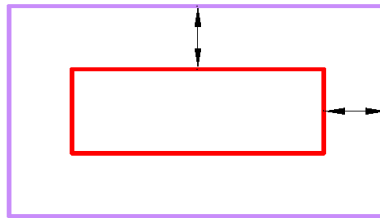

Рисунок 2.4 – Пример правила: окружение элементов одного слоя элементами другого слоя
- расширение элементов одного слоя вокруг элементов другого слоя (Рисунок 2.4).